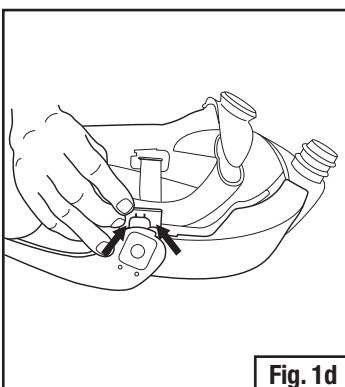

Fig. 1d
- Com a Cobertura Facial (capacete) para baixo e a visor na posição de cima (aberta), puxe os grampos de mola metálicos para o interior do capacete até tocar na placa traseira. Puxe para fora para remover. Use, ocasionalmente, uma ferramenta se necessário (por exemplo, chave de fenda manual). Remova o suporte do visor do capacete da série M (Fig. 1d).